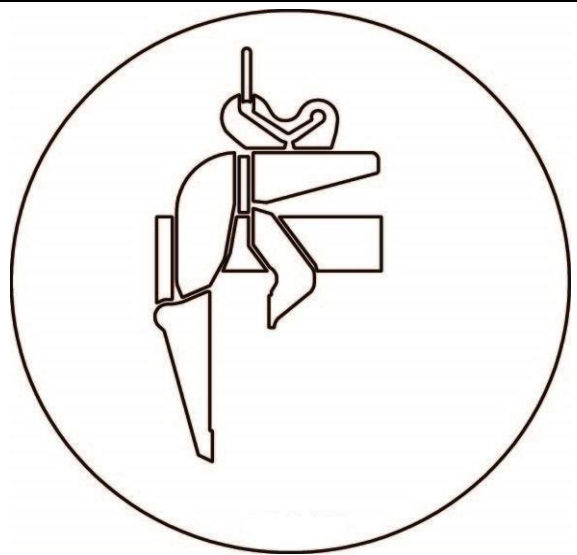

Bild B1 (Position Leerhub)
- Danach das geöffnete (arretierte) Gerät (WEZ) mit dem *verschiebbaren Greifbacken* (9) am *Querholm mit Verstelllöcher* (10) die kleinstmögliche Greifweite einstellen.
- Hierzu *Klappstecker* (A) öffnen und dann *Steckbolzen* (B) entnehmen und nach erfolgter Greifbereichseinstellung wieder einstecken u. mit *Klappstecker* (A) sichern. → **siehe Bild A**
- Vor dem Anheben des bloßen Gerätes (WEZ ohne Greifgut) ist darauf zu achten, dass die *Wechselautomatik* (4) eingerastet ist und das Gerät somit geöffnet bleibt.
WICHTIG: die Einhängeöse (1) muss sich in der **hinteren** Position (siehe Bild B1 „Leerhub“) der Aufhängelasche (2) befinden. → **Bild B/Bild B1**
-  Vor dem Anheben des bloßen Gerätes (WEZ ohne Greifgut) ist darauf zu achten, dass die *Wechselautomatik* (4) eingerastet ist und das Gerät somit geöffnet bleibt.
- Beim Anheben des L-Steines **darf dieser max. 10° schräg hängen** und die **Auflageplatte (8) muss** am Greifgut (L-Stein) komplett aufliegen. → **Bild D**
- **WICHTIG:** Beim Greifvorgang und anschließendem Anheben und Transportieren/Versetzen des Greifgutes (L-Stein) **muss** sich die Einhängeöse (1) in der **vorderen** Position (Bild E+E2 „Lasthub“) der Aufhängelasche (2) befinden (→ **Bild D**).
- Je nach Lage muss die **Aufhängelasche (2)** durch Umstecken der beiden Steckbolzen (im **Tragarm (3)**) in eine andere Position gebracht werden. So dass das Greifgut beim Anheben u. Transportieren nahezu **senkrecht** hängt.
- Nach dem Absetzen des Greifgutes arretiert die Wechsellautomatik von selbst. Die Gerät (WEZ) kann nun wieder abgehoben werden. Nach erneutem Aufsetzen auf dem nächsten Greifgut entriegelt sich das Gerät von selbst, wenn der Tragarm (3) ganz nach unten bewegt wird.